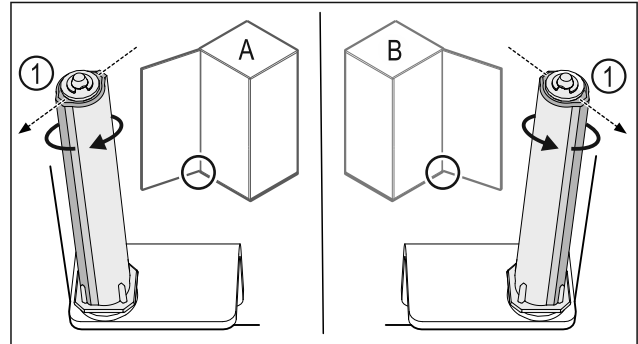

Fig. 43 左门挡(A) / 右门挡(B)
- ▶ 克服阻力转动关门系统，直至关门系统 Fig. 43 (1)的连接片朝外。